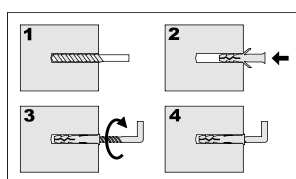

Рис. 2
3.6.5 Навесить зеркало на крючки. См. рисунок 2.